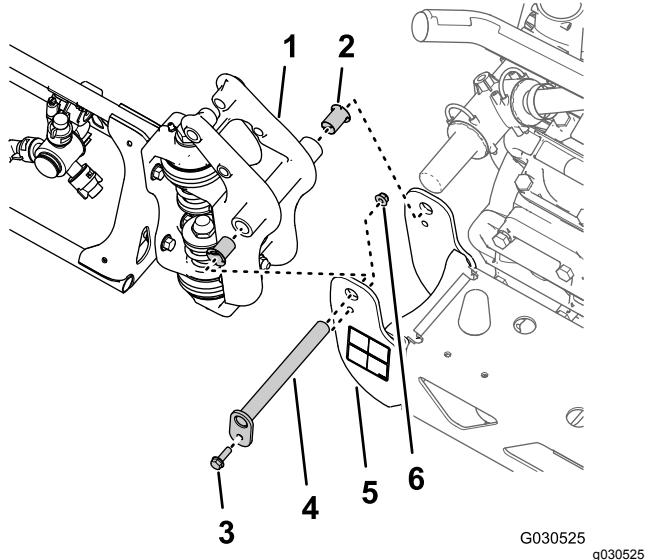

**Bild 73**
4. Entfernen Sie die Sicherungsbundmutter (5/16") und die Bundkopfschraube (5/16" x 3/4"), mit denen der Lagerbolzen an der Zylinderbefestigung befestigt ist (Bild 73).
5. Nehmen Sie den Lagerbolzen und den Hubzylinder von der Maschine ab (Bild 73).